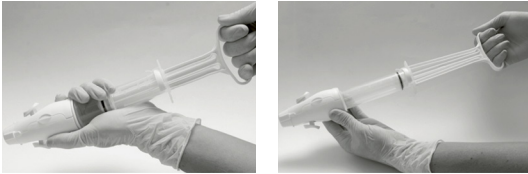

Figura 21.
- 3 Tirar del émbolo hacia atrás hasta que los brazos se abran automáticamente hacia afuera y se enganchen en los lados anchos de la base del cilindro (Figura 21). Una vez que los brazos del émbolo se encuentren en esa posición, el émbolo no se moverá hacia delante y se conservará el vacío. La posición incorrecta de los brazos del émbolo podría permitir que este se deslice dentro del cilindro e inyecte el contenido del aspirador nuevamente dentro del útero. Nunca hay que sujetar el aspirador por los brazos del émbolo.